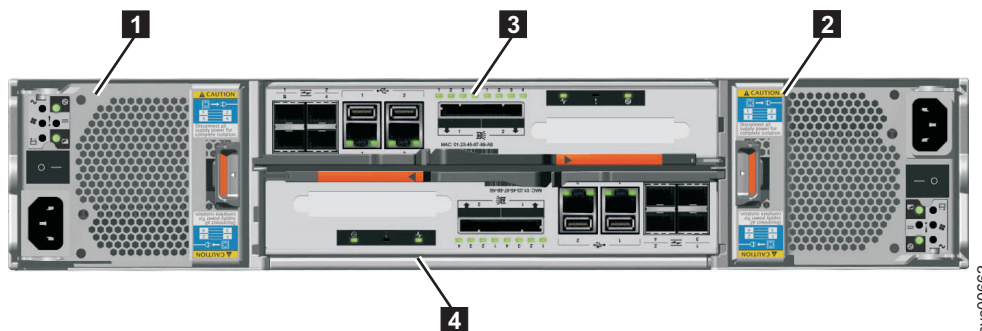

Figura 3. Vista Posterior de um Gabinete de Controle Modelo 2076-112 ou Modelo 2076-124
O Figura 3 mostra a visão posterior de um gabinete de controle e identifica o local das unidades da fonte de alimentação e das caixas.
- Duas caixas são instaladas no meio do gabinete. Cada caixa é conhecida como uma caixa de nó. A caixa superior, conforme mostrada na Figura 3, é rotulada